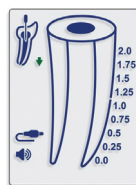
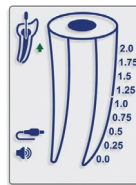

Рис. 5
Рис. 6
- 5.4.11. Движение файла внутри канала отображается на экране стрелками ВНИЗ (рис. 5) и ВВЕРХ (рис. 6).